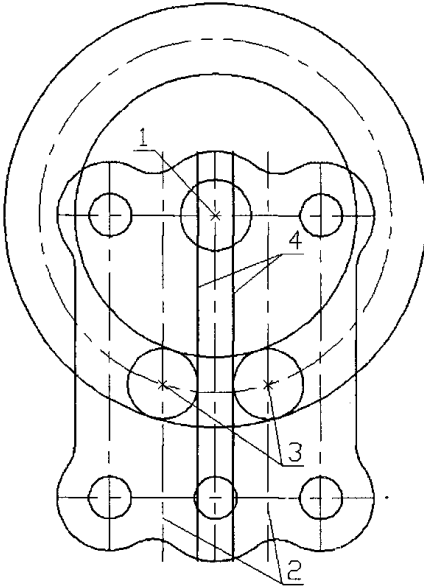

Рисунок 1.6
- Встановлюємо поточним шар OSI. Командою CIRCLE креслимо коло (R50) з центром в т.1 (рис. 1.6).